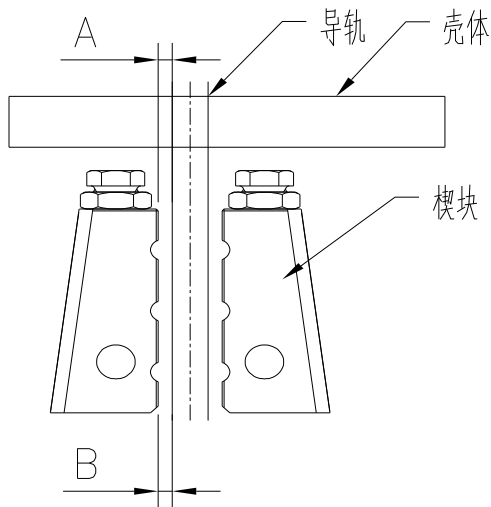

图 5
- 2.6. 安全钳楔块工作面与导轨工作面贴合后, 楔块两端的间隙差不应超过 0.3 mm ($|A-B| \leq 0.3$) (图 5);